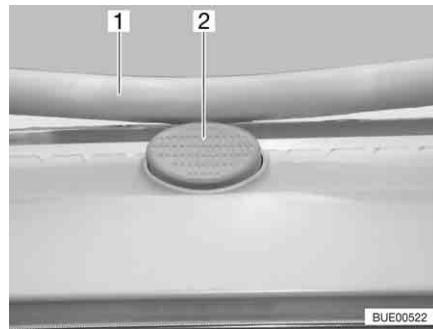

Fig. 90 Bouton de sûreté sur le lanterneau Heki
- Appuyer sur le bouton de sécurité (Fig. 90,2) et tirer l'étrier (Fig. 90,1) vers le bas avec les deux mains.
- Pousser l'étrier vers le haut avec les deux mains jusqu'à ce que ce dernier se trouve au-dessus du bouton de sûreté (Fig. 90,2).